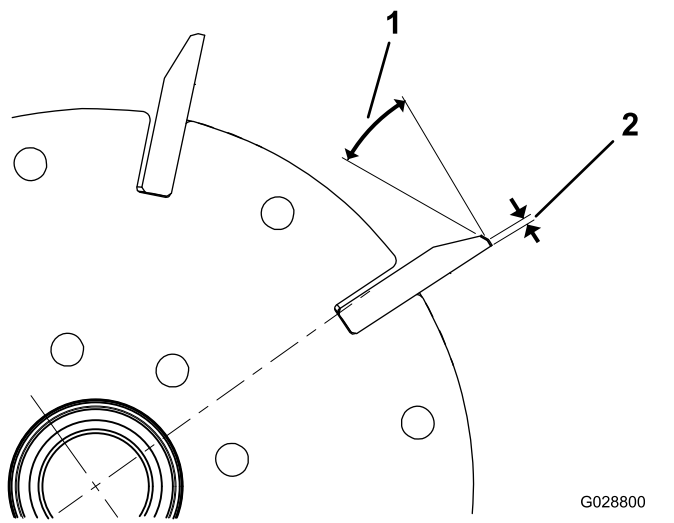
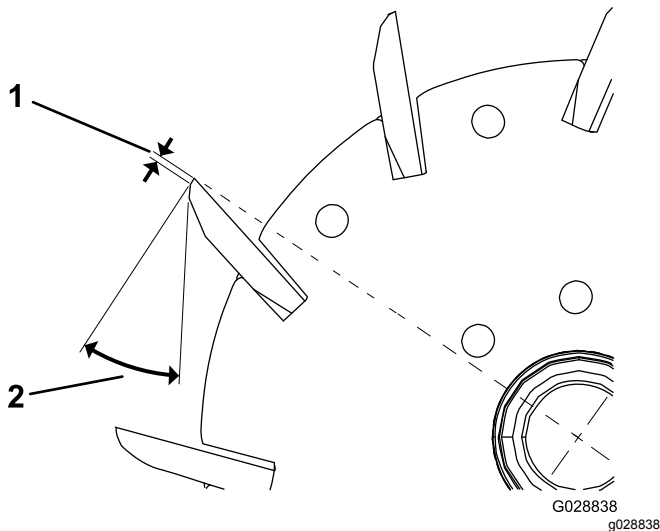

Figura 13
Figura 14
1. Applicare una rettificata di 30 gradi su tutte le lame dei cilindri fino a quando la larghezza a terra non è pari a 1,3 mm (Figura 13 e Figura 14).